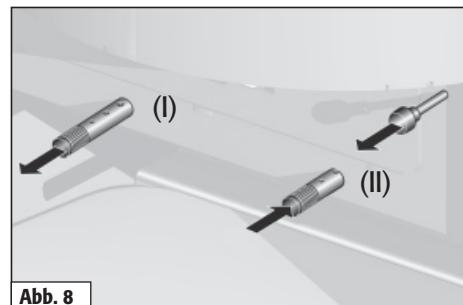

Abb. 8
Sekundärluft einstellen.	Sekundärluftschieber (II) auf Markierung 2. (s. Abb.8)